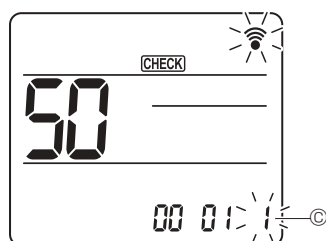

Fig. 7-20
④ Sélection du numéro de réglage
- Utilisez la touche [DOWN] pour changer le numéro de réglage ③. (Fig. 7-20)
⑤ Pour sélectionner plusieurs fonctions à la suite
- Répétez les sélections ③ et ④ pour modifier les réglages de plusieurs fonctions à la suite.
⑥ Fin de la sélection de fonction